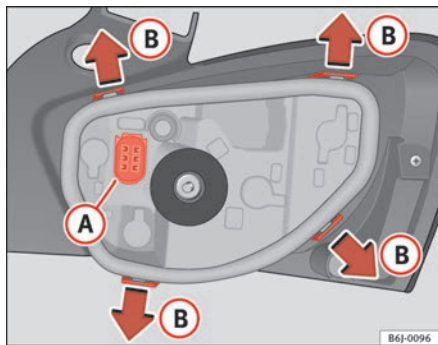

Fig. 156 Cambio lampade luci posteriori
- Togliere il portalamпада, separandolo dalla scatola. Premere sulle linguette **B** nel senso indicato dalle frecce ⇒ fig. 156.